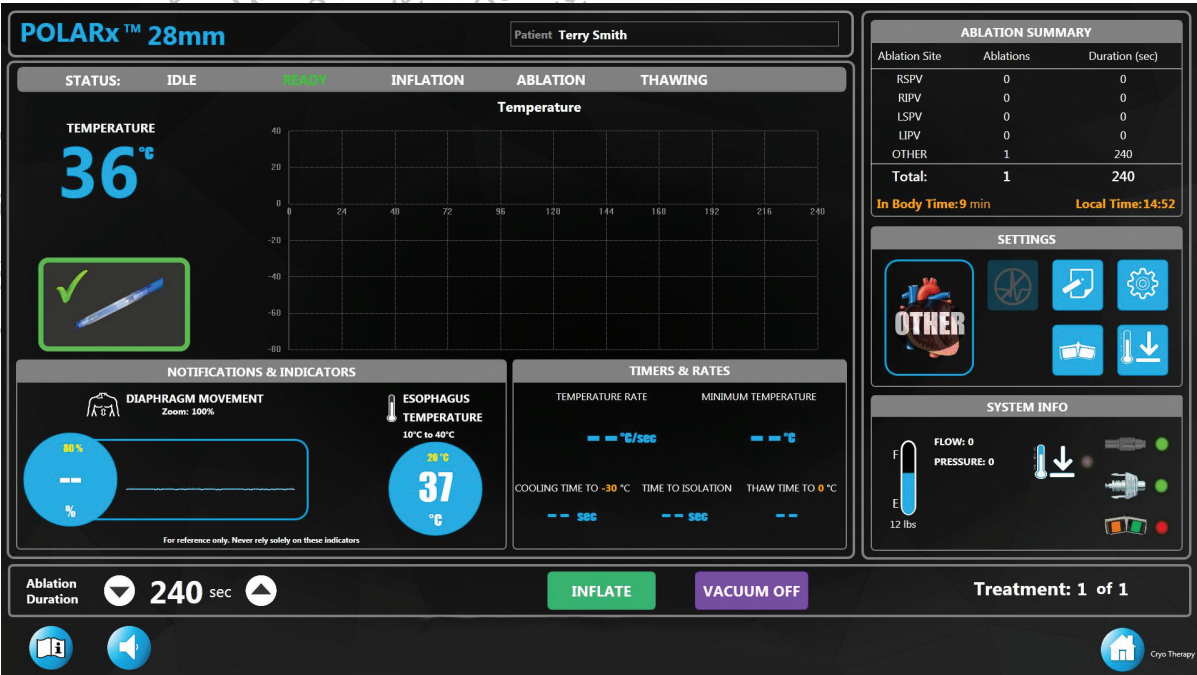

Figura 6. Schermata Therapy (Terapia) – stato Ready (Pronto)
3. Lo stato del sistema deve indicare READY (Pronto) e deve comparire il pulsante di INFLATE (Gonfiaggio) nella schermata Therapy (Terapia) (Figura 6). Inoltre, il pulsante START (Avvio) sul pannello anteriore della console deve essere illuminato in verde.